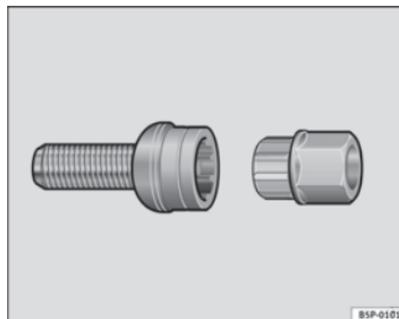

Fig. 145 Tornillo antirrobo de la rueda
- Coloque el adaptador hasta el tope en el tornillo antirrobo de la rueda ⇒ fig. 145.